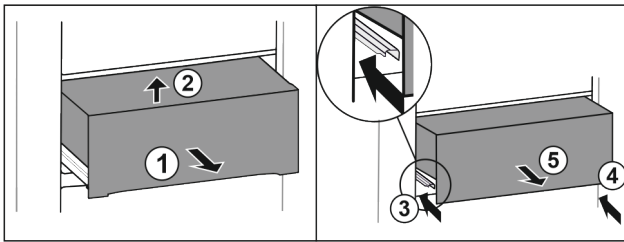

Fig. 24
- Витягніть ящик на половину Fig. 24 (1).
- Підняти вперед Fig. 24 (2).
- Вставити ліву рейку Fig. 24 (3).
- Вставити праву рейку Fig. 24 (4).
- Вийняти висувний ящик рухом вперед Fig. 24 (5).